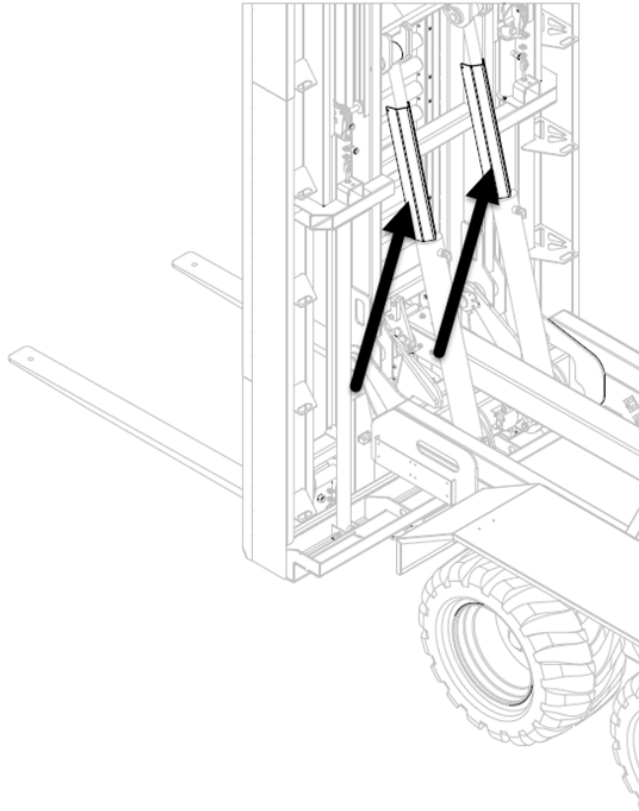

Figure 40 – Béquilles de sécurité de la plateforme
2. Placez une béquille sur la tige de chaque cylindre comme le montre la Figure 40.